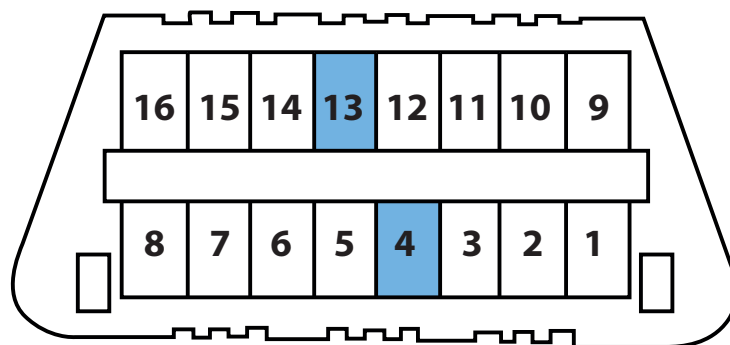

Fig. 2.
2. Sluit een verbindingkabel aan tussen klem 4 en klem 13 van de 16-pens OBD-diagnose-aansluiting; zie afb. 2.
2. Sluit de verbindingdraad aan zoals hiervoor in afb. 2 staat aangegeven.